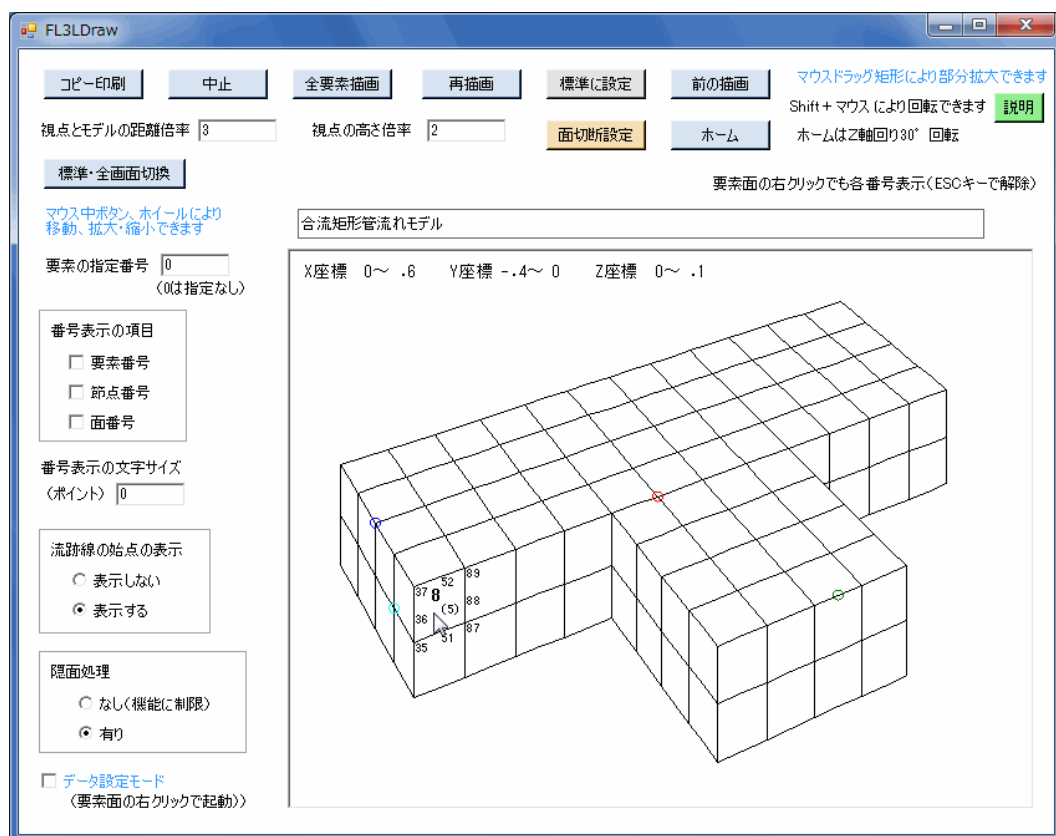

図4-7 構造図の要素右クリック画面例
- ②任意の要素面を右クリックすると、図4-7のように当該要素面の要素番号・節点番号・面番号が表示されます。